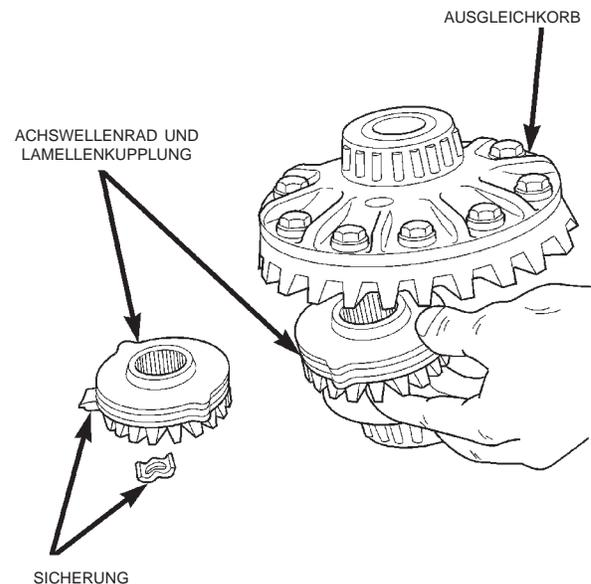

Abb. 60 Achswellenrad und Lamellenkupplung ausbauen
(15) Druckschraube C-6960-4, Stufenplatte C-6960-3 und Gewindescheibe C-6960-1 abbauen.
(16) Das obere Achswellenrad, Sicherung und Lamellenkupplung ausbauen. Die Reihenfolge der Lamellen beim Ausbau nicht durcheinanderbringen (Abb. 60).